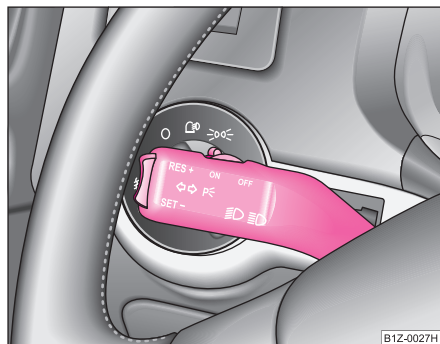

Fig. 47 La palanca de luz intermitente y luz de carretera
- Presione la palanca hacia arriba o hacia abajo ⇒ fig. 47.